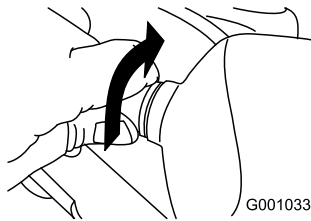

Figure 59
2. Tournez la base de l'ampoule dans le sens anti-horaire jusqu'à la butée (Figure 59).